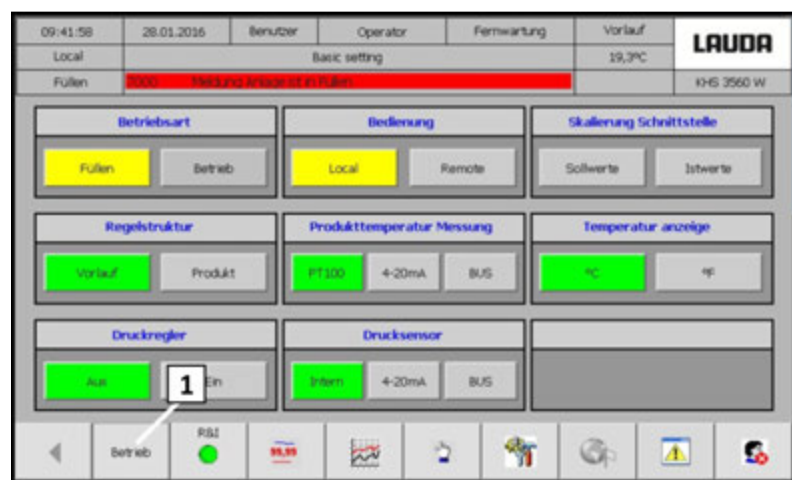

Рис. 30: Экран «Основная настройка» (определенная исходная настройка)
14. Настроить определенное исходное положение. См. (Рис. 30)
15. Открыть экран «Работа» (Рис. 30 [1])